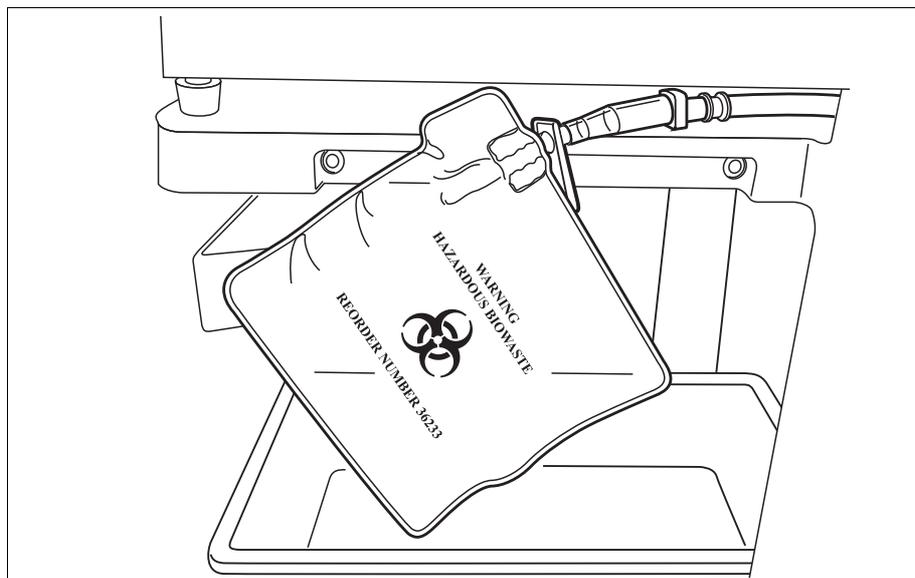

Figura 48, permita que la bolsa de desechos de riesgo biológico cuelgue de la bandeja
3. Asegúrese de que no haya acodamientos ni torsiones en el tubo y permita que la bolsa y su tubo cuelguen del tubo de drenaje (consulte la Figura 48).